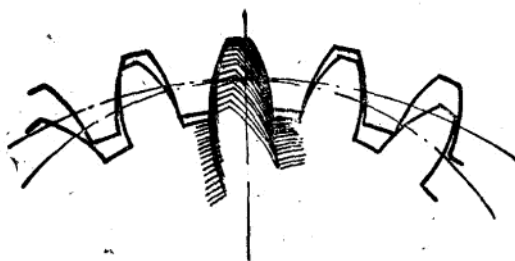

图8 插齿刀切削刀连续位置的包络线。
2 插齿机的种类和用途 用插齿刀工作的插齿机，都是以两个齿轮无间隙啮合的创成原理为基础，按滚切法进行加工的。加工内齿轮的切削原理跟加工外齿轮一样，在切削过程中，插齿刀和被切内齿轮进行无间隙啮合，象一个小齿轮和一个内齿轮那样啮合，结果内齿轮的齿形被插齿刀切出许多波紋形折线，它的形状就是插齿刀切削刀刃连续位置的包络线（见图8）。
4) 插齿刀（或工作台）的径向进给运动（见图8）。